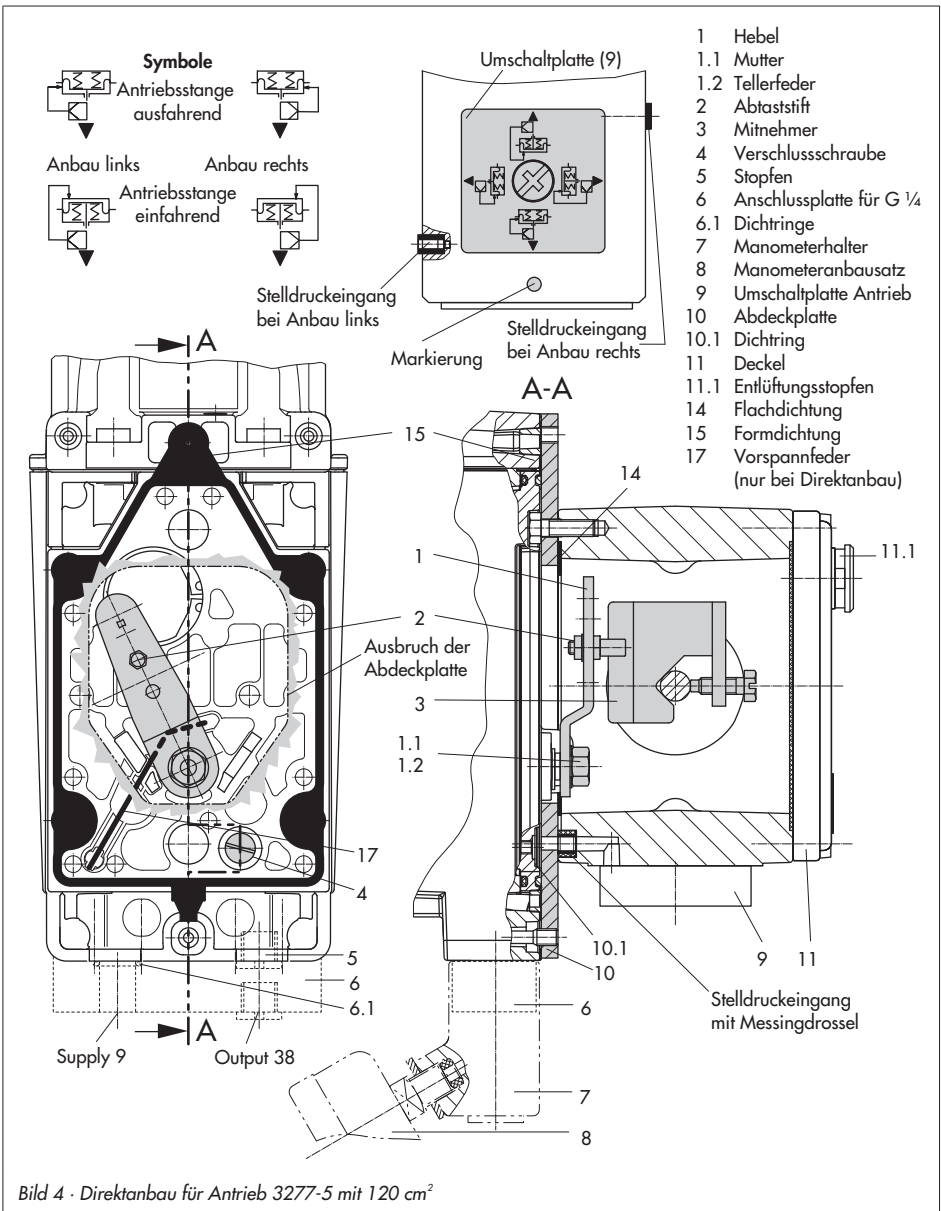

Bild 4 · Direktanbau für Antrieb 3277-5 mit 120 cm²
1. Symbol nach erforderlicher Sicherheitsstellung und Anbausituation nach Bild 4 „Symbole“ bestimmen:
2. Umschaltplatte (9) mit dem entsprechenden Symbol an der Markierung ausrichten und am Antriebsjoch montieren.
3. Gegebenenfalls Manometerhalter (7) mit Manometern oder bei erforderlichen Anschlussgewinde G 1/4 die Anschlussplatte (6) montieren, auf richtigen Sitz der beiden Dichtringe (6.1) achten.
4. Verschlusschraube (4) auf der Stellungsreglerrückseite entfernen und den Stelldruckausgang „Output 38“ am Stellungsregler (bzw. am Manometerhalter (7) oder der Anschlussplatte (6)) mit dem Stopfen (5) aus den Anbauteilen verschließen.
5. Mitnehmer (3) an die Antriebsstange setzen, ausrichten und so festschrauben, dass die Befestigungsschraube in der Nut der Antriebsstange sitzt.
7. Abdeckplatte (10) mit schmaler Seite des Ausbruchs (Bild 4 links) in Richtung zum Stelldruckanschluss befestigen, die aufgeklebte Flachdichtung (14) muss zum Antriebsjoch zeigen.
8. **Hub 15 mm:** Am Hebel **M** (1) auf der Stellungsreglerrückseite verbleibt der Abtaststift (2) auf Stiftposition **35** (Lieferzustand).